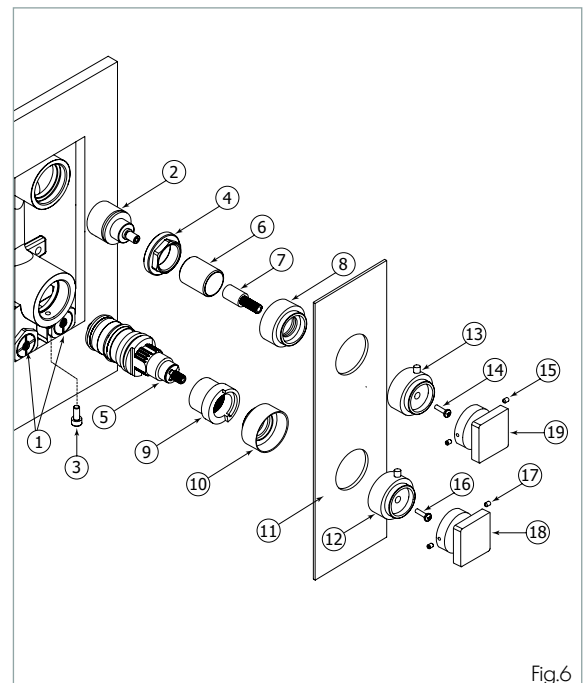

Fig.6
Shut off the main water supply, then remove all the components from (6) to (19). (See Fig.6). Afterwards, shut off the 2 check valves (1) by turning them clockwise with a screwdriver. Unscrew the screw (3), the large nut (4) and remove the cartridges (2 & 5).
Fermer l'alimentation d'eau principale et démonter toutes les composants de (6) à (19) (Voir Fig.6). Ensuite, fermer les deux valves d'arrêt (1) en les vissant dans le sens des aiguilles d'une montre. Dévisser la vis (3), le manchon de valve (4) et enlever les cartouches (2 & 5).